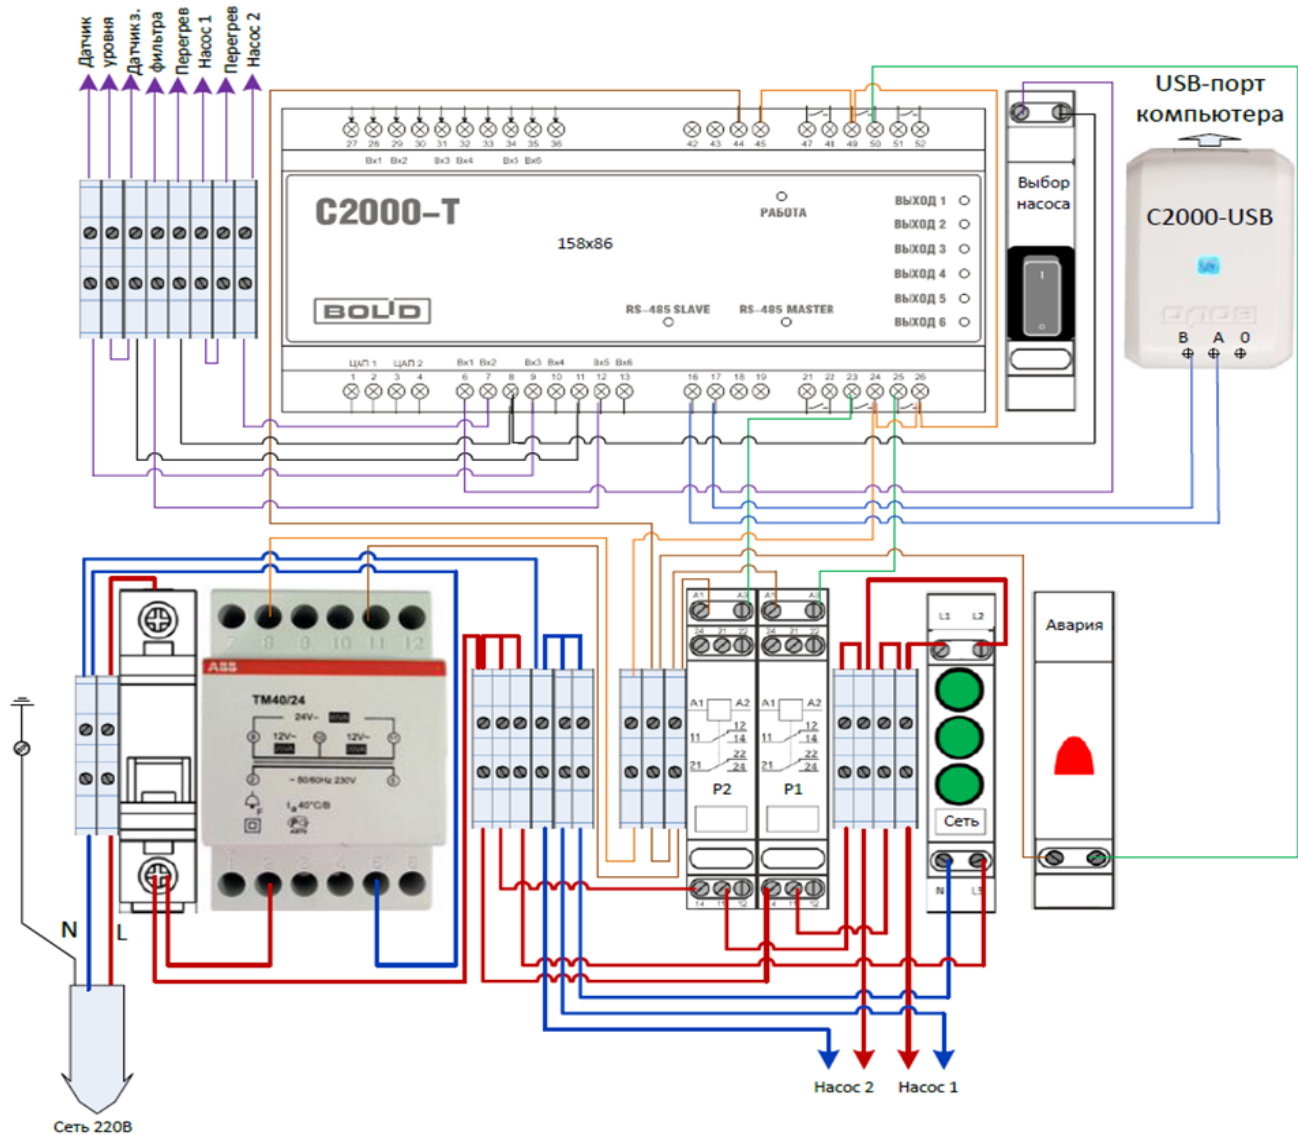

Рис.3. Схема электромонтажная.
- 4.4. Соедините внутреннее оборудование бокса в соответствии со схемой электромонтажной рис.3. При этом силовые цепи монтируйте проводами с сечением 1,5 кв.мм, а слаботочные – 0,75 кв.мм. Для удобства монтажа и проверки провода разных функциональных групп лучше выполнять проводниками разных цветов. Убедитесь в прочном механическом закреплении проводников в клеммах оборудования и клеммных колодок. Убедитесь в правильности монтажа визуально и с помощью тестера.
4.9. Проложите слаботочные кабели и силовые кабели насосов к боксу. Прокладка кабелей должна осуществляться в гофрированной ПВХ трубе, прикреплённой к стенке кабельными клипсами. В боксе освободите в предназначенных для этого местах отверстия для ввода кабелей, введите кабели и соедините их: кабели датчиков подключите к клеммным колодкам в верхней части бокса в соответствии со схемой электромонтажной рис.3. Силовые кабели насосов подключите к клеммным колодкам в нижней части бокса в соответствии со схемой электромонтажной рис.3.
6.2. Восстановите все внешние кабельные соединения бокса в соответствии со схемой электромонтажной рис.3.